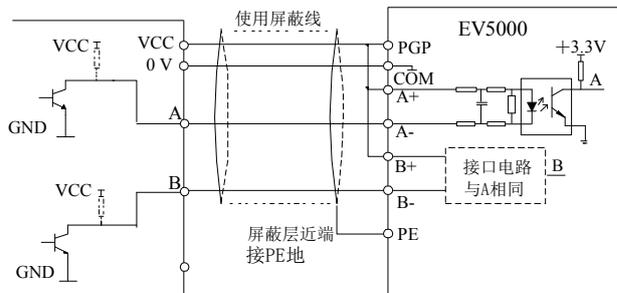

图4-31 集电极开路信号 PG 接线示意图
1. PG 输出信号为集电极开路信号, 与接口板端子的连接如图 4-31 所示 (图中虚线部分为电压型输出编码器)。